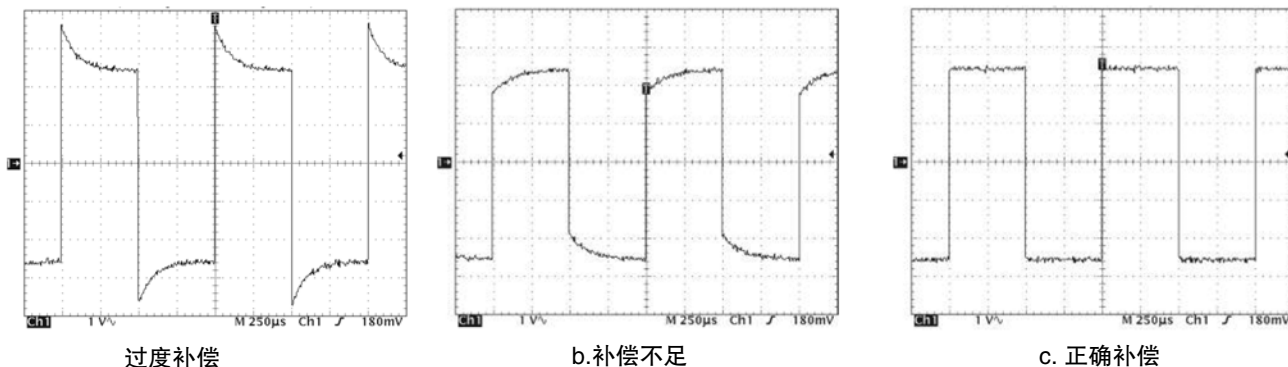

图 1.11. 探头补偿对方波的影响实例。
3. 使用探头或其它非磁性调节工具标配的调节工具,调节补偿网络,获得顶部平坦、没有过冲或圆形的校准波形显示(参见图 1.11)。